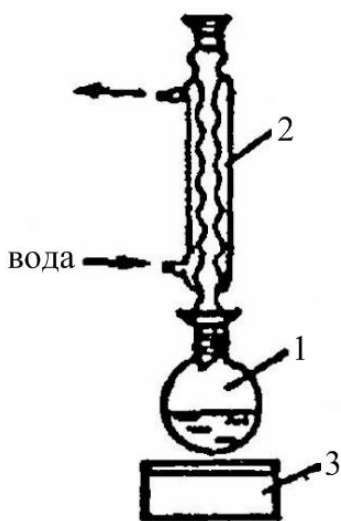

Рис. 2. Установка для приготування насиченого розчину:
2. *Приготування насиченого розчину.* Речовину (бензенову кислоту) та кілька кип'ятільних камінців завантажують у круглодонну колбу і додають невелику кількість розчинника. Колбу, з'єднану із зворотним холодильником, нагрівають до кипіння розчину. Якщо речовина не розчинилася, розчинник додають невеликими порціями до повного її розчинення. Якщо розчин забарвлений, то його охолоджують, додають адсорбент активоване вугілля (~ 1% від маси речовини) і кип'ятять 5 хвилин (рис. 2).